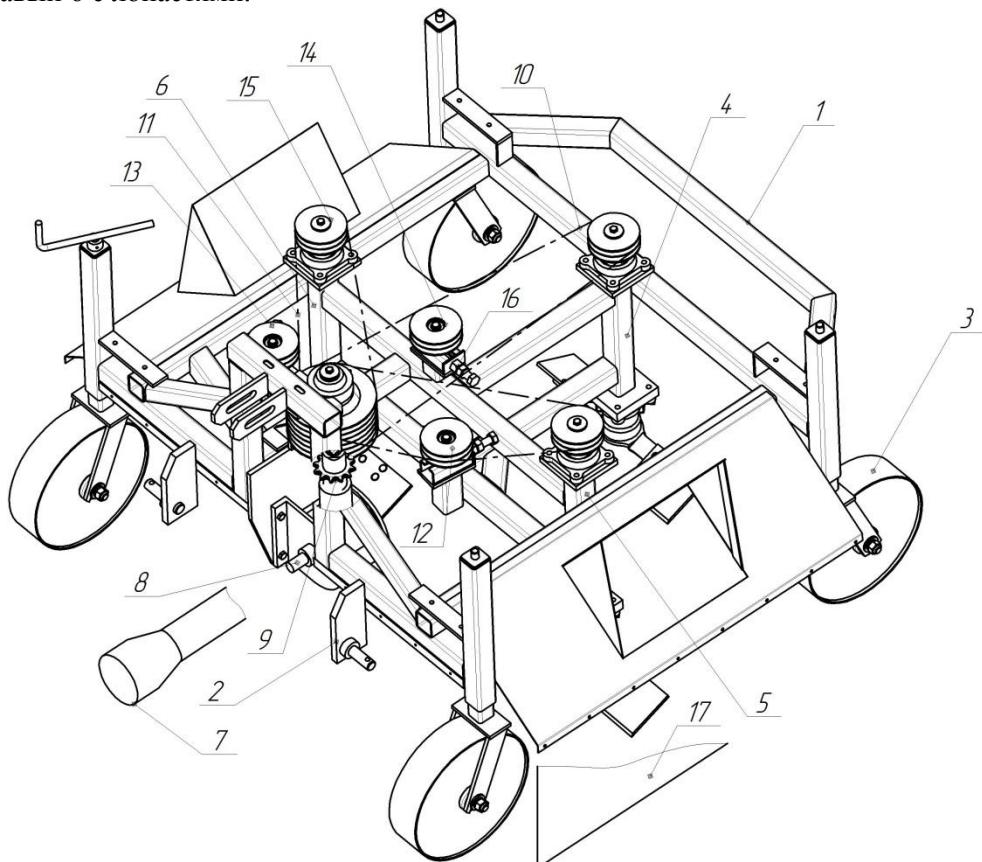

Рисунок 1 – Общий вид машины ботвоуборочной МБУ-1,5Л
3.1 Машина ботвоуборочная (рис.1) представляет собой полунавесную машину, состоящую из рамы 1, на которой крепятся: уши для навески на трактор 2, четыре копирующих колеса 3, а также валы задний 4, левый 5 и правый 6 с лопастями.
3.6 Для предотвращения вылетания скошенной ботвы и камней из-под ножей машины на раме установлены защитные ограждения 17 (рис.1). Предусмотрена регулировка ограждений по высоте в зависимости от высоты скашивания ботвы.
4.1.1 Рукоятка 7 опорных колес 3 (рисунок 1 и 2) для регулирования высоты среза ботвы овощных культур.